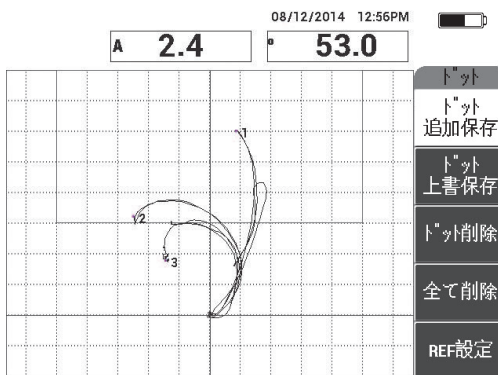

図 6-50 記録された3番目のドット
- 3番目の剥離部の上でプローブをゆっくりと滑らせ、**ドット追加保存**（Aキー）を押して3番目のドットを記録します（169ページの図 6-50 参照）。